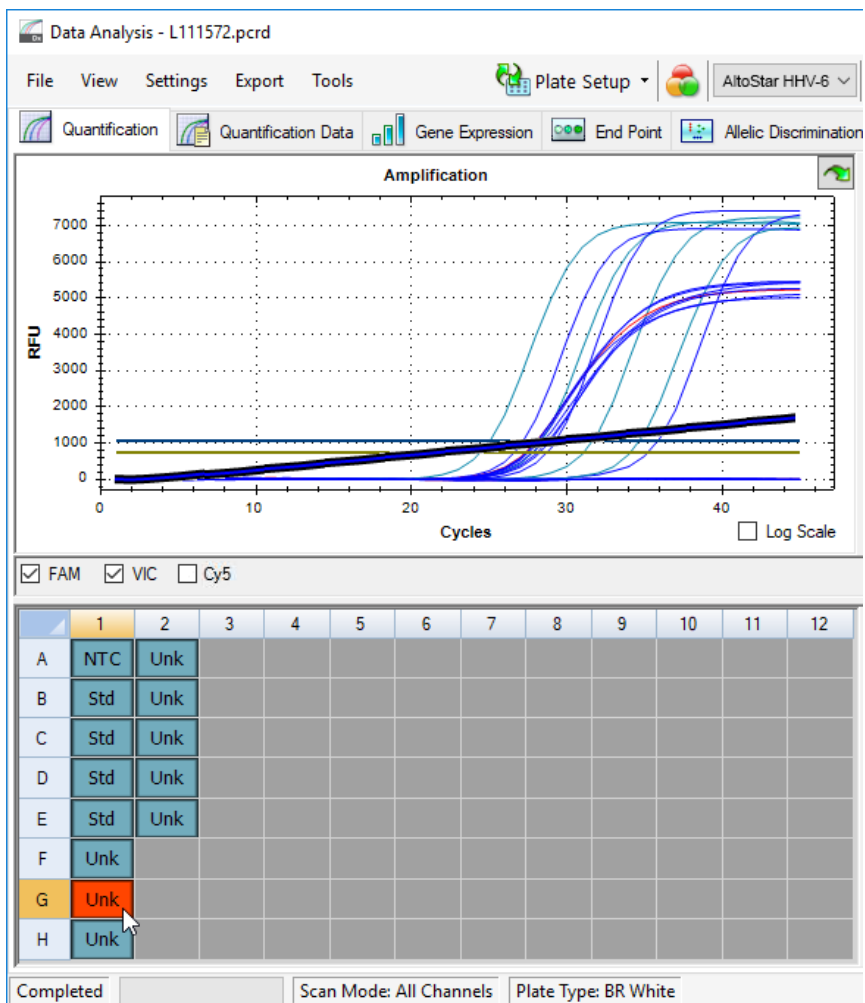

Abb. 6: Fenster Data Analysis (Datenanalyse): irreguläres PCR-Signal
2. Identifizieren Sie Wells mit irregulären PCR-Signalen (lineare Signalzunahme, Signalspitzen usw.) in den Detektionskanälen FAM™ (HHV-6A-Ziel), VIC™ (IC) und Cy5 (HHV-6B-Ziel) (siehe Abbildung 6).